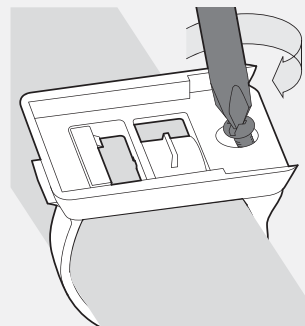

図14: ネジの締め付け
6. コンピューターベースがハンドルバー上で回転しなくなるまでネジを締めます (図14)。締め付けすぎないでください。